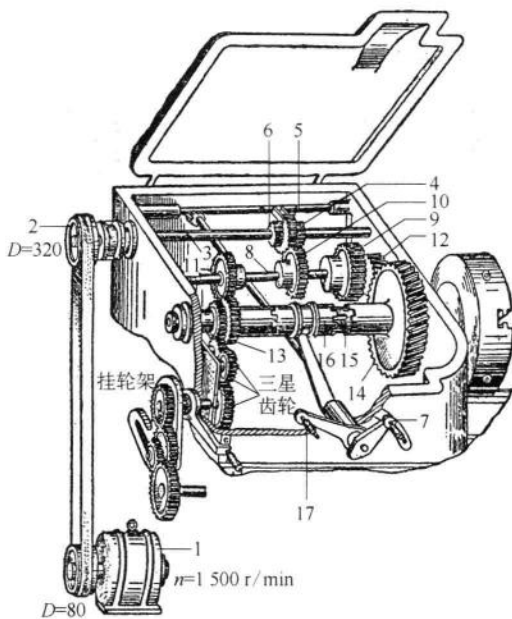

图 1-5 车床主轴箱结构原理图
车床有各种不同类型,其内部结构也各有不同,但其主要工作原理基本上是相同或相似的。图 1-5~1-7 的立体图为常见的车床主轴箱、进给箱和滑板箱的外形,如果再结合传动系统图进行对照,那就更容易理解了。
(1) 主轴箱 图 1-5 所示为一种滑移齿轮和离合器组成的主轴箱。电动机 1 通过带轮 2 使轴 3 转动。轴 3 上有三联齿轮 4、5 和 6,可以在轴滑移(但与轴 3 一起转动)。齿轮 4、5 和 6 可以分别与齿轮 9、10 和 11 啮合,这样可以使轴 8 转动。轴 8 上的齿轮 11